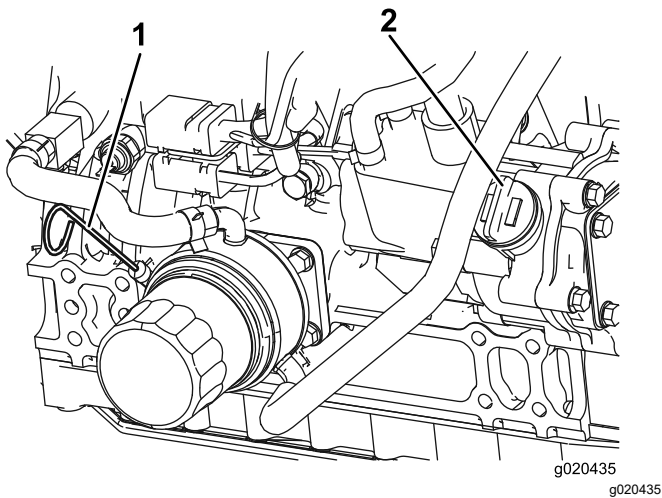

Figure 90
Le niveau d'huile doit se situer dans la plage de sécurité (Figure 90).
4. Si le niveau d'huile ne se situe pas dans la plage de sécurité, enlevez le bouchon de remplissage (Figure 90) et faites l'appoint jusqu'à ce que le niveau correct soit atteint.